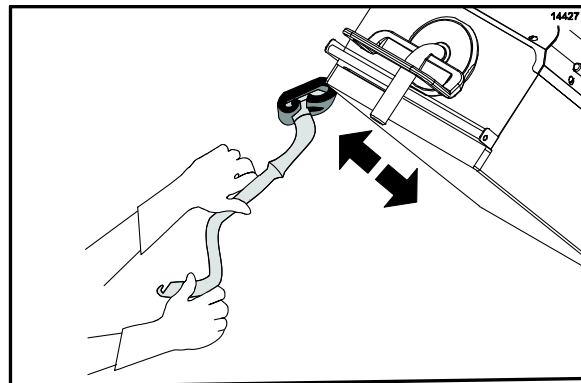

Figura 59
27. Esfregue as bordas externas dos platen direito e esquerdo. (Veja a Figura 59.)